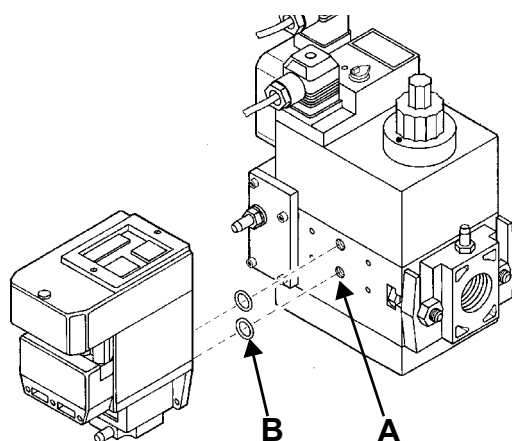
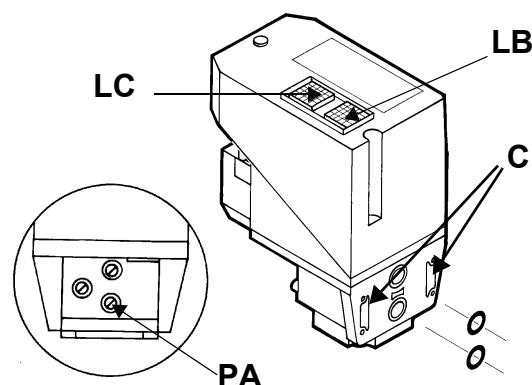

Fig. 15
Fig. 16
- 2 togliere le viti di chiusura del gruppo Multibloc (Fig. 15-A);
- 3 inserire gli anellini di tenuta (10,5 x 2,25) nel VPS 504 (Fig. 15-B - Fig. 16);
- 4 avvitare le 4 viti del controllo di tenuta (M4 x 16) Fig. 16-C.
Per effettuare la verifica di funzionamento, inserire un manometro in corrispondenza della presa di pressione **PA** (Fig. 16). Se il ciclo di prova ha esito positivo, dopo alcuni secondi si accende il LED di consenso **LC** (giallo). In caso contrario si accende il pulsante luminoso **LB** di blocco (rossa). Per ripartire è necessario sbloccare l'apparecchiatura premendo il pulsante **LB**.